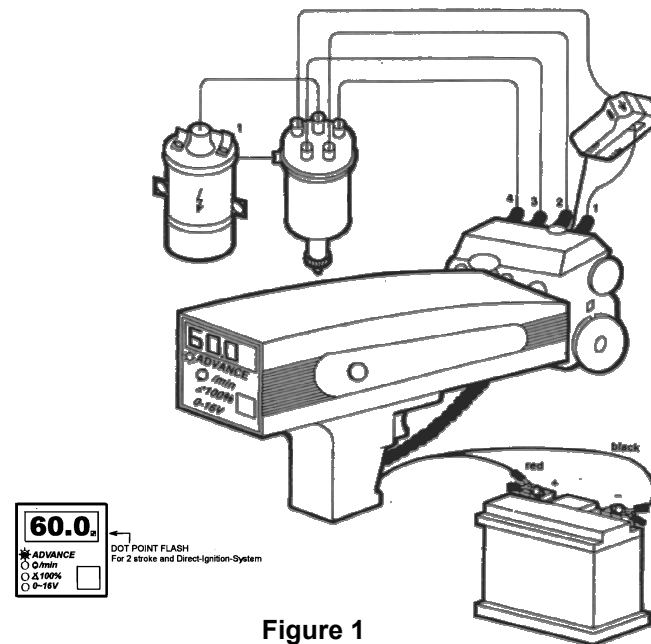

Figure 1
1. Питание стробоскопа осуществляется непосредственно от аккумуляторной батареи. Подсоедините красный зажим к положительному (+) контакту, а черный зажим к отрицательному (-) контакту. (См. Рисунок 1)
3. Подсоедините красный зажим к положительному (+) контакту батареи, а черный зажим – к отрицательному (-). (См. рисунок 1.)